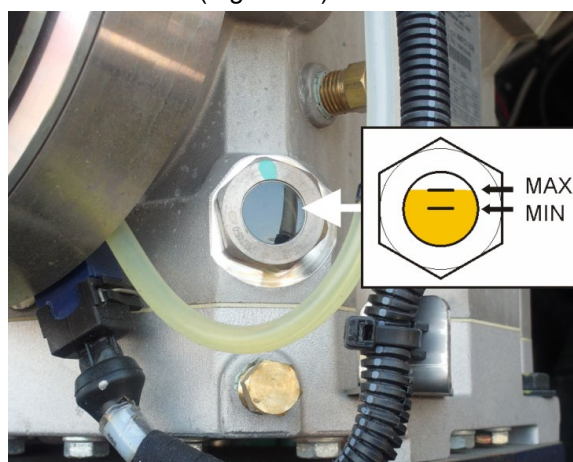

FIGURA 33: MIRILLA DERECHA
- Mirilla de lado derecho: entre  $\frac{1}{2}$  y  $\frac{3}{4}$  de la altura de la mirilla (Figura 33).